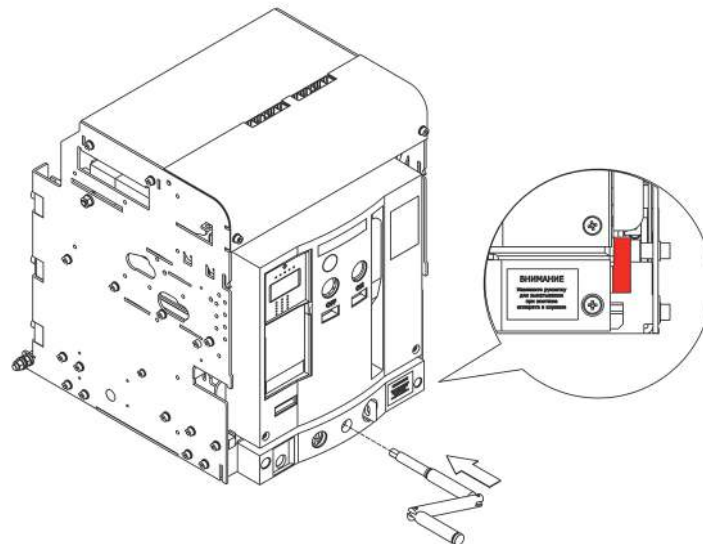

Рисунок 35 – Установка рукоятки для выкатывания
4.3.2 Установить рукоятку для выкатывания, смотри рисунок 35.